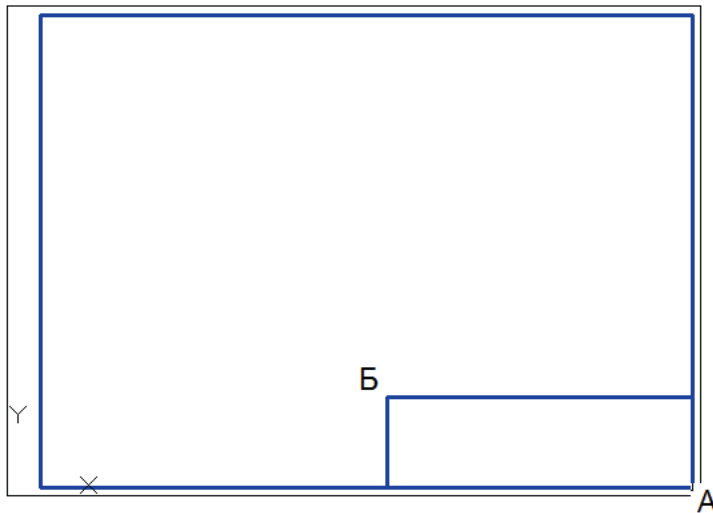

Рис. 3.47. Рамка формату А3, рамка креслення і габаритний прямокутник основного напису с розмірами 185x55 мм
Спочатку накреслимо зовнішню рамку основного напису з габаритними розмірами 185x55 (рис. 3.47), використовуючи команду **Прямоугольник**.
Перший кут прямокутника, точку А (рис. 3.47) вкажемо, клацнувши ЛКМ по точці.
Координати точки Б задані відносними координатами, негативний напрямок по осі *OX* (рис. 3.47).
2. Для подальшого формування зображення основного напису (рис. 3.47) розчленуємо габаритний прямокутник основного напису.